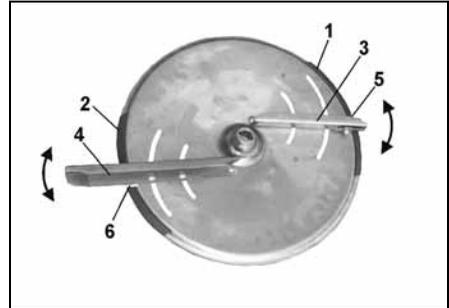

Fig. 25
Chaque disque d'épandage dispose de deux échelles graduées différentes (Fig. 25/1 et Fig. 25/2) très caractéristiques destinées au réglage précis, sans outil des différentes positions d'aubes d'épandage.
L'aube d'épandage la plus courte (Fig. 25/3) est dotée de l'échelle graduée (Fig. 25/1) ayant des valeurs entre 5 et 28 et l'aube d'épandage la plus longue (Fig. 25/4) est dotée de l'échelle graduée (Fig. 25/2) ayant des valeurs allant de 35 à 55.
Le pivotement des aubes d'épandage sur une valeur plus élevée de l'échelle graduée (Fig. 25/1 ou. Fig. 25/2) provoque une augmentation de la largeur de travail.
- Recherchez sur l'échelle graduée la valeur pour la position des aubes les **plus courtes** (Fig. 25/1).
- Pivotez l'arête de lecture (Fig. 25/5) de l'aube la **plus courte** (Fig. 25/3) sur la valeur de l'échelle graduée et **resserrez bien l'écrou à ailettes**.
- Recherchez sur l'échelle graduée la valeur pour la position des aubes les **plus longues** (Fig. 25/2).
- Pivotez l'arête de lecture (Fig. 25/6) de l'aube la plus longue (Fig. 25/4) sur la valeur de l'échelle graduée et resserrez bien l'écrou à ailettes.